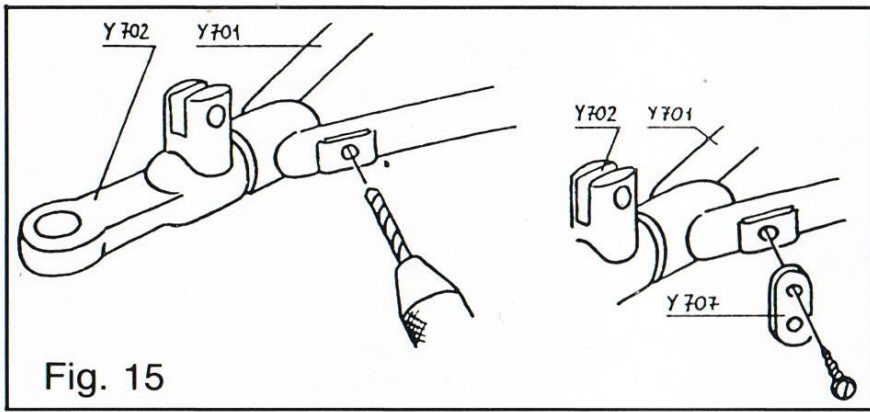

Fig. 15
- Percer des trous de  $\varnothing 2$  sur les triangles supérieurs (Fig. 15).